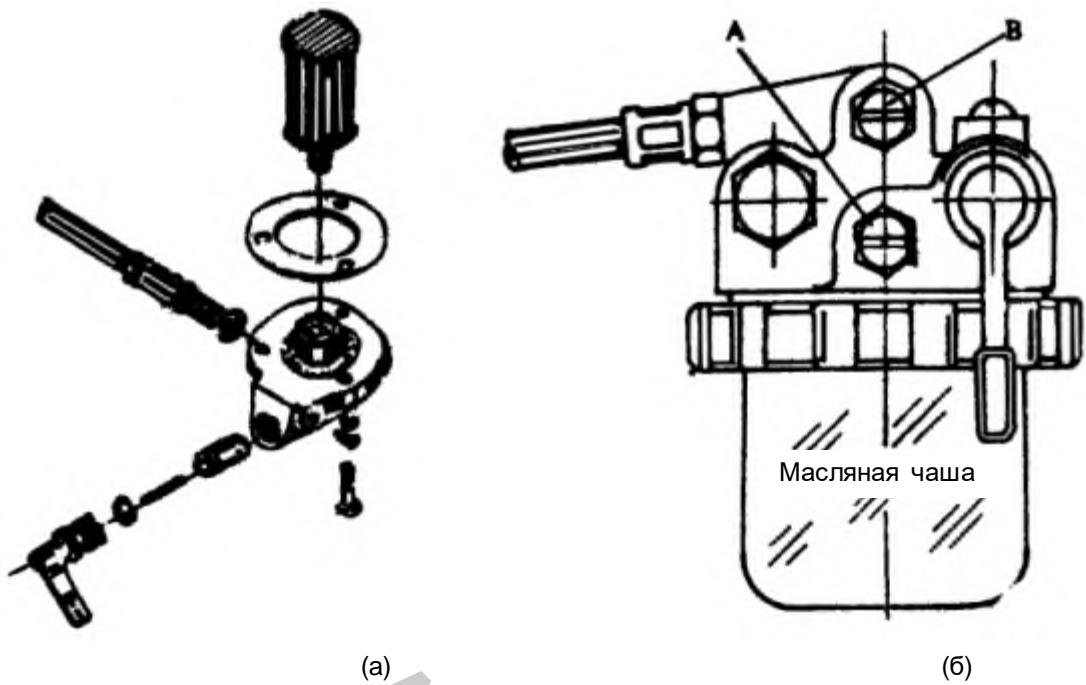

Рис. 9 Укомплектованный топливный фильтр
Существует два типа топливных фильтров, устанавливаемых на дизельных двигателях, которые показаны на рис. 9 (а), (б). При открытом топливном кране, выполните следующие операции:
(1) Ослабьте воздухоотводный винт А на верхней части фильтра, который имеет топливную крышку из плексигласа, после чего затягивайте винт снова до тех пор, пока в топливе полностью исчезнут воздушные пузырьки.
(2) Проделайте эту же операцию с винтом В. Винты А и В показаны на рис. 9(б).
(3) В случае, если фильтр встроен в баке (рис. 9(а)), необходимо стравить воздух через входное отверстие топливного насоса.